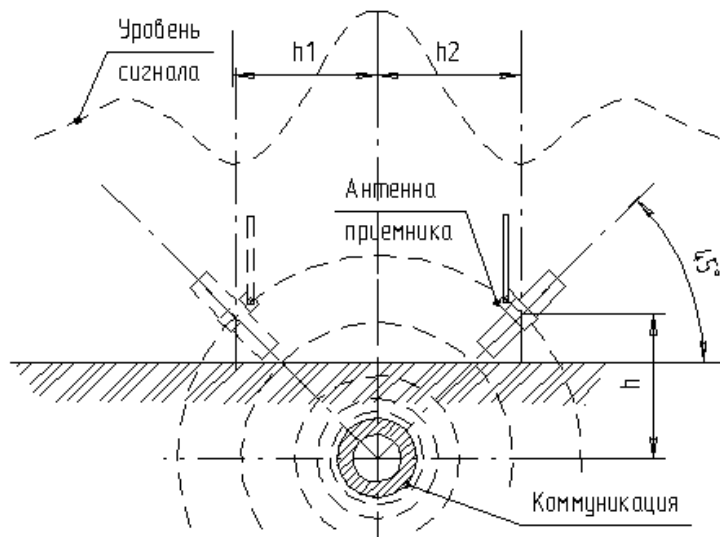

Рис.8. Схема определения глубины заложения.
7.1.4. Определить глубину залегания можно только после установления местоположения оси коммуникации (рис.8). Для этого антенну располагают под углом 45 градусов к поверхности земли над точкой расположения оси трассы и удаляют антенну приемника в направлении, перпендикулярно оси трассы до точки над поверхностью земли, где сигнал имеет минимум. Расстояние от точки над осью трассы до точки минимума сигнала равняется глубине залегания от поверхности земли до центра оси коммуникации. Для получения более достоверного значения глубины залегания антенну